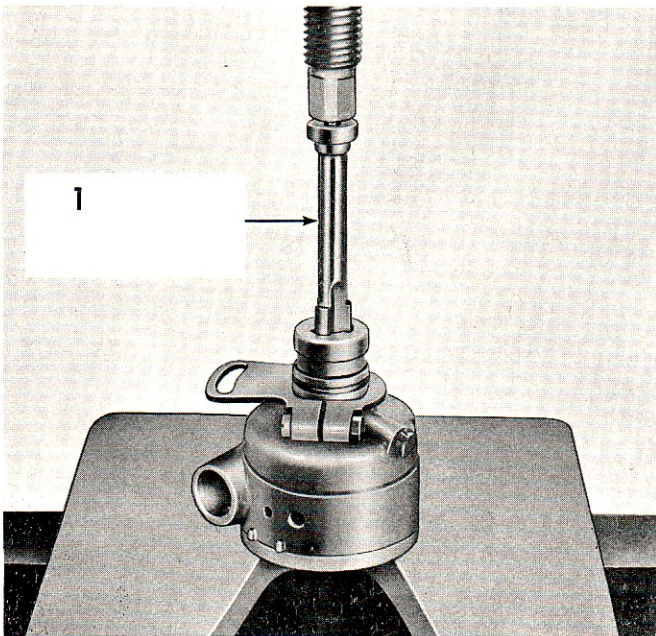

Fig. 66.
18. Si le coussinet de l'arbre est en mauvais état, ou si son alésage est en dehors des tolérances spécifiées page 69, chasser ce coussinet. S'il est disponible, utiliser l'outillage d'extraction et d'emmanchement No. SW-503 monté Fig. 66.